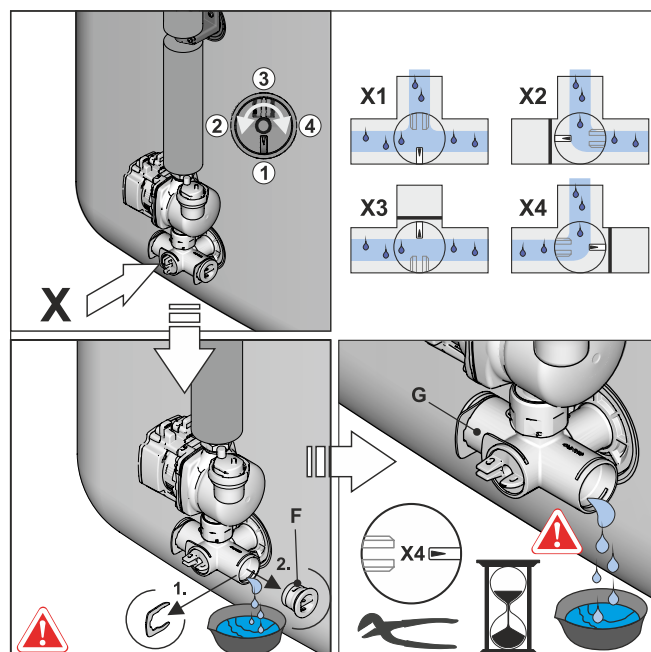

Fig. 11-5 Cerrar el inserto de válvula, quitar el tapón ciego del ángulo de conexión
- Ajustar el inserto de válvula en el ángulo de conexión hasta que se cierre el tramo hasta el tapón ciego (Fig. 11-5).
- Colocar debajo un recipiente colector adecuado y quitar el tapón ciego del ángulo de conexión (Fig. 11-5).
- Ajustar el inserto de válvula en el ángulo de conexión hasta que se abra el tramo hasta la tubería de descarga (véase también Fig. 11-5) y purgar el volumen de agua del depósito acumulador.